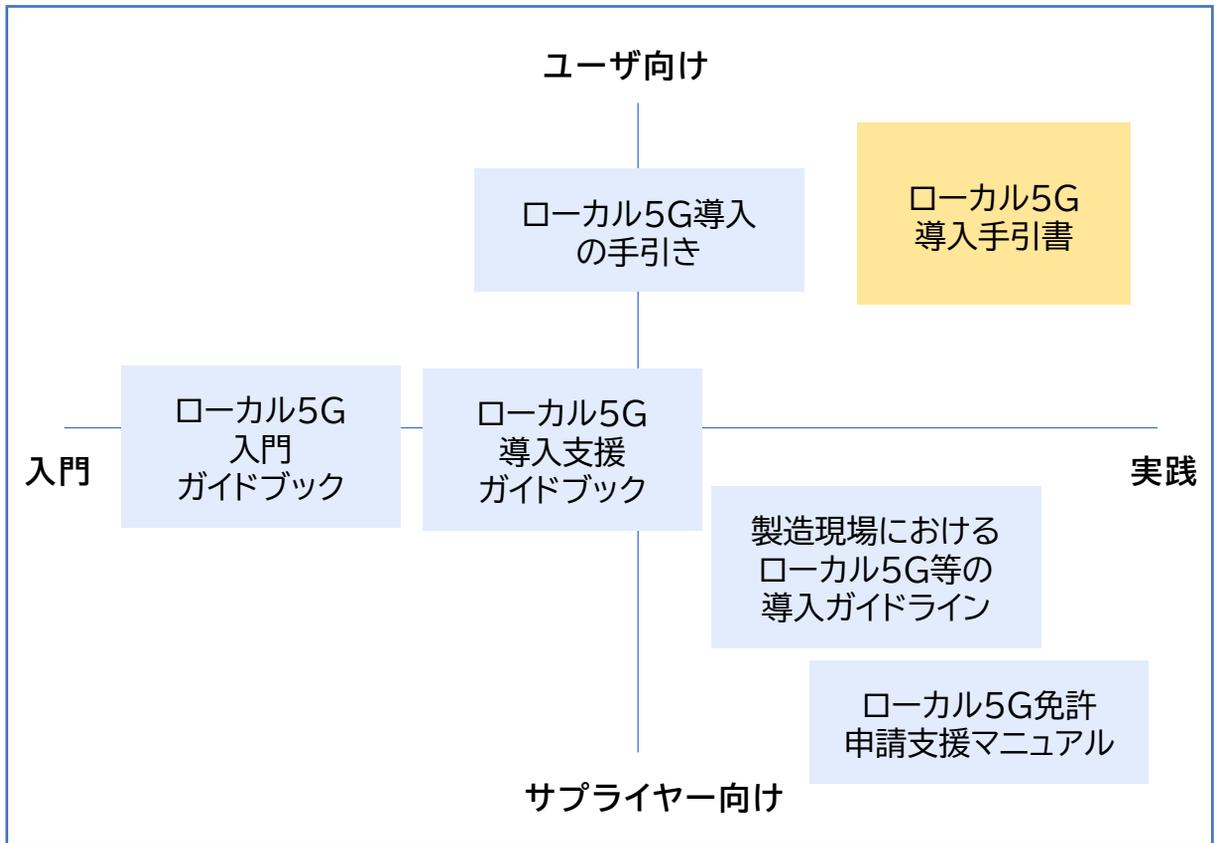

図1 本手引書の位置づけ
- ローカル5Gに関しては、総務省や業界団体等から、様々なドキュメントが発行されています。本手引書の位置づけを以下図1に示します。